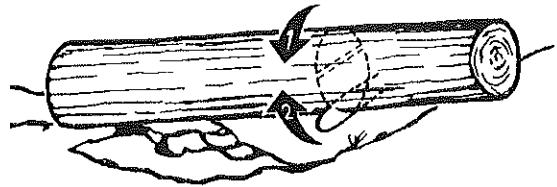

Fig. 19
3. Tronco soportado por ambos extremos: Primero, corte por encima 1/3 del diámetro del tronco para evitar el astillado. Después, corte por debajo coincidiendo con el primer corte y evitando el pellizcado (Fig. 19).